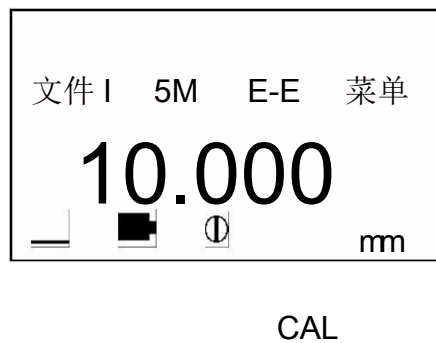

图 13
- b. 用  $\uparrow$  或  $\downarrow$  键将显示值调整到 10.00mm, 如图 13: